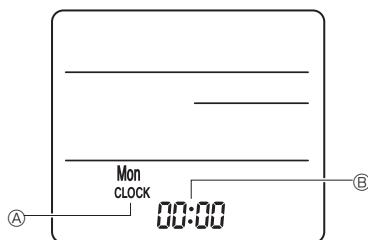

Fig. 6-8
3) Inställning (inställning av klockan) (Fig. 6-8)